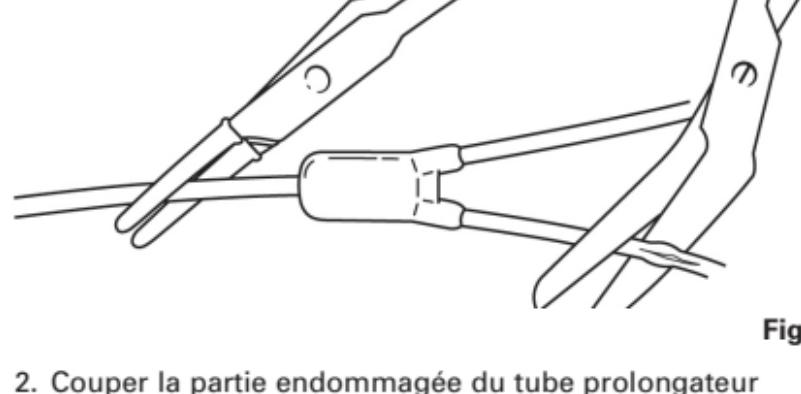

Fig. 11
2. Couper la partie endommagée du tube prolongateur en laissant assez de tube pour qu'il puisse être réparé. (Fig. 11)